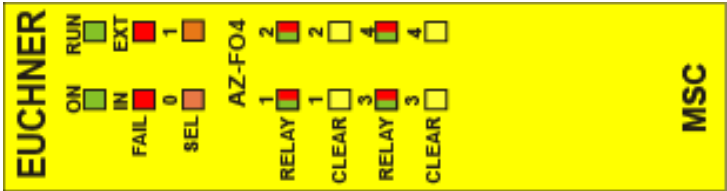

Fig. 39 :
8.4.9. Module AZ-F04 (Fig. 39)